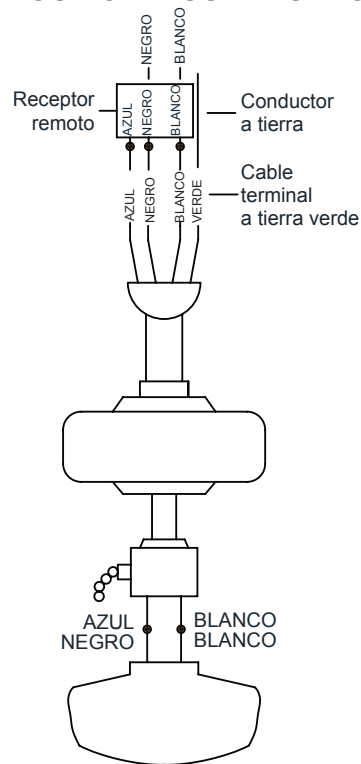

Figura 10
Sigue estos pasos para conectar tu ventilador al circuito de tu hogar. Usa las tuercas de conexión de cable incluidas con el ventilador y el control remoto. Asegura los conectores con cinta aislante. Asegúrate de que no haya conexiones ni cables sueltos. (Figura 10)
1. Conecta el conductor a tierra del cable de 120 voltios (puede ser un cable desnudo o un cable con aislante verde) al (los) cable(s) terminal(es) a tierra verde(s) del ventilador (Figura 10).
2. Conecta el cable blanco del motor del ventilador al cable blanco del receptor usando una tuerca de cable (Figura 10).
3. Conecta el cable negro del motor del ventilador al cable negro del receptor usando una tuerca de cable (Figura 10).
4. Conecta el cable azul del motor del ventilador al cable azul del receptor usando una tuerca de cable (Figura 10).
5. Conecta el cable negro del receptor al cable negro de suministro de energía (positivo) usando una tuerca de cable (Figura 10).
6. Conecta el cable blanco del receptor al cable blanco de suministro de corriente (neutro) usando una tuerca de cable (Figura 10).